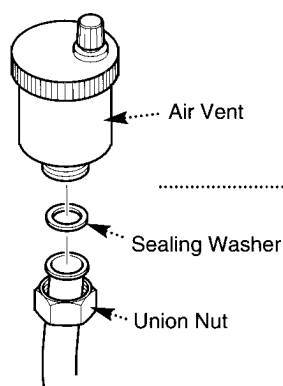

Fig. 48
13.3 Automatic Air Vent (Fig. 48)